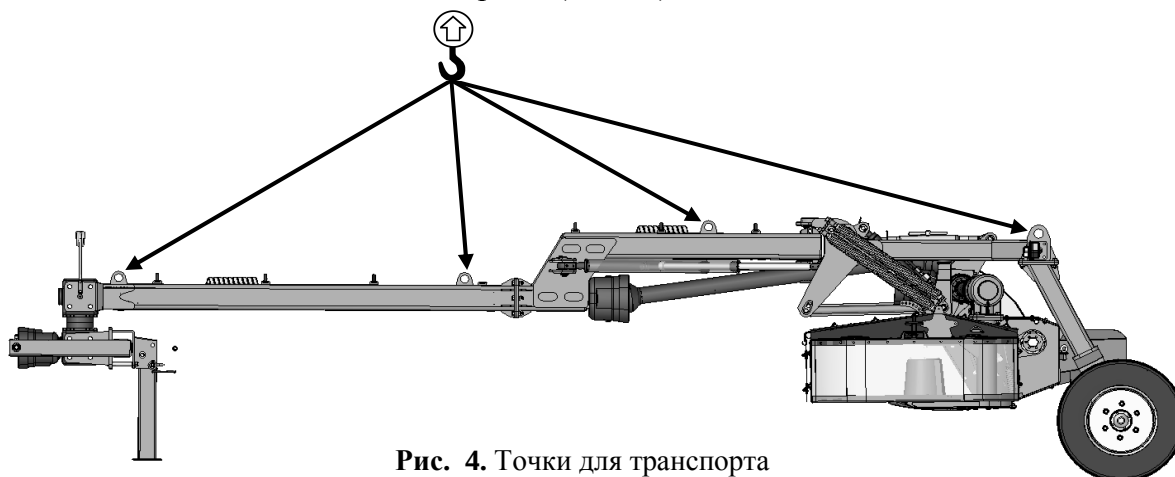

Рис. 4. Точки для транспорта
- Следует схватывать поднимающими устройствами исключительно в местах, указанных на машине и обозначенных видом крюка (Рис. 4),